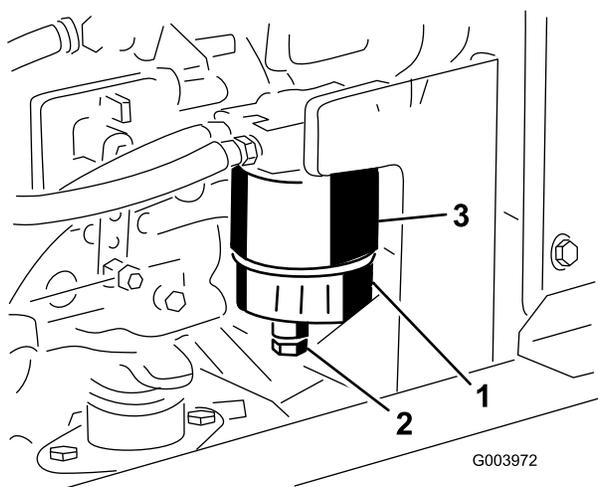

Figura 63
Drene diariamente a água ou outros contaminantes do separador de água (Figura 63).
2. Liberte o tampão de escoamento que se encontra na zona inferior do recipiente do filtro e deixe drenar (Figura 63).
Substitua o recipiente do filtro (Figura 63) após cada 400 horas de funcionamento.
1. Limpe a zona de montagem do recipiente do filtro (Figura 63).